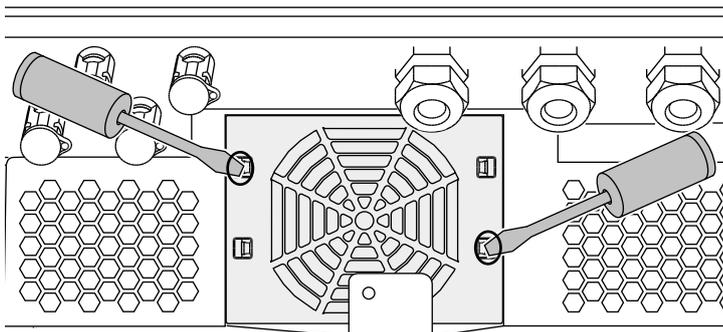

Fig. 58: Soltar as patilhas de fixação
3. Com uma segunda chave de fendas, pressione as patilhas de fixação para o centro do ventilador. Levante ligeiramente a unidade de ventilação. ➤ **Fig. 58**